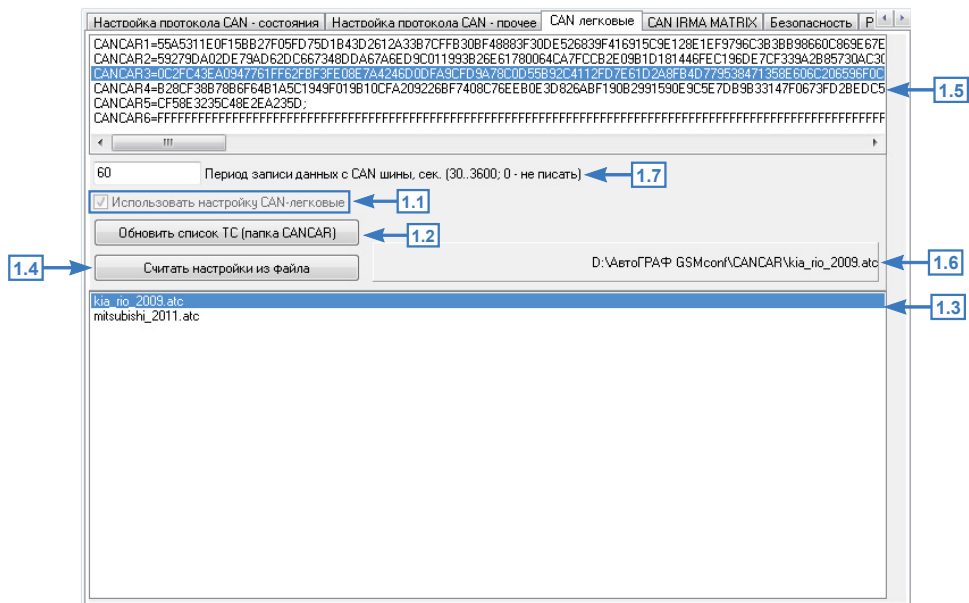

Рис.56. Настройка шины CAN для чтения данных с легковых автомобилей.
- На вкладке «CAN легковые» включить опцию «Использовать настройку CAN-легковые» (**Рис.56, п. 1.1**).
- На вкладке «CAN легковые» программы «AG.GSMConf» нажать кнопку «Обновить список ТС (папка CANCAR)» (**Рис.56, п. 1.2**). На вкладке появится список файлов в формате .atc с настройками шины CAN легковых автомобилей (**Рис.56, п. 1.3**).
- Выделить интересующий файл и нажать кнопку «Считать настройки из файла» (**Рис.56, п. 1.4**). После этого на вкладке будут установлены настройки протокола CAN из выбранного файла. Настройки отображаются в виде команд удаленной настройки в верхней части вкладки (**Рис.56, п. 1.5**). Настройки из нужного файла могут быть считаны в программу также двойным нажатием левой кнопки мыши на нужный файл. Считать новый файл с настройками можно также, перетаскив этот файл в область программы «AG.GSMConf». В этом случае настройки будут считаны автоматически. Текущий открытый файл отображается в правом верхнем углу списка доступных файлов (**Рис.56, п. 1.6**).
Настройка задается в секундах в поле «Период записи данных с CAN шины, сек» (**Рис.56, п. 1.7**). Минимальный период 30 секунд, максимальный 3600 секунд. Нулевой период отменяет запись данных с шины CAN.